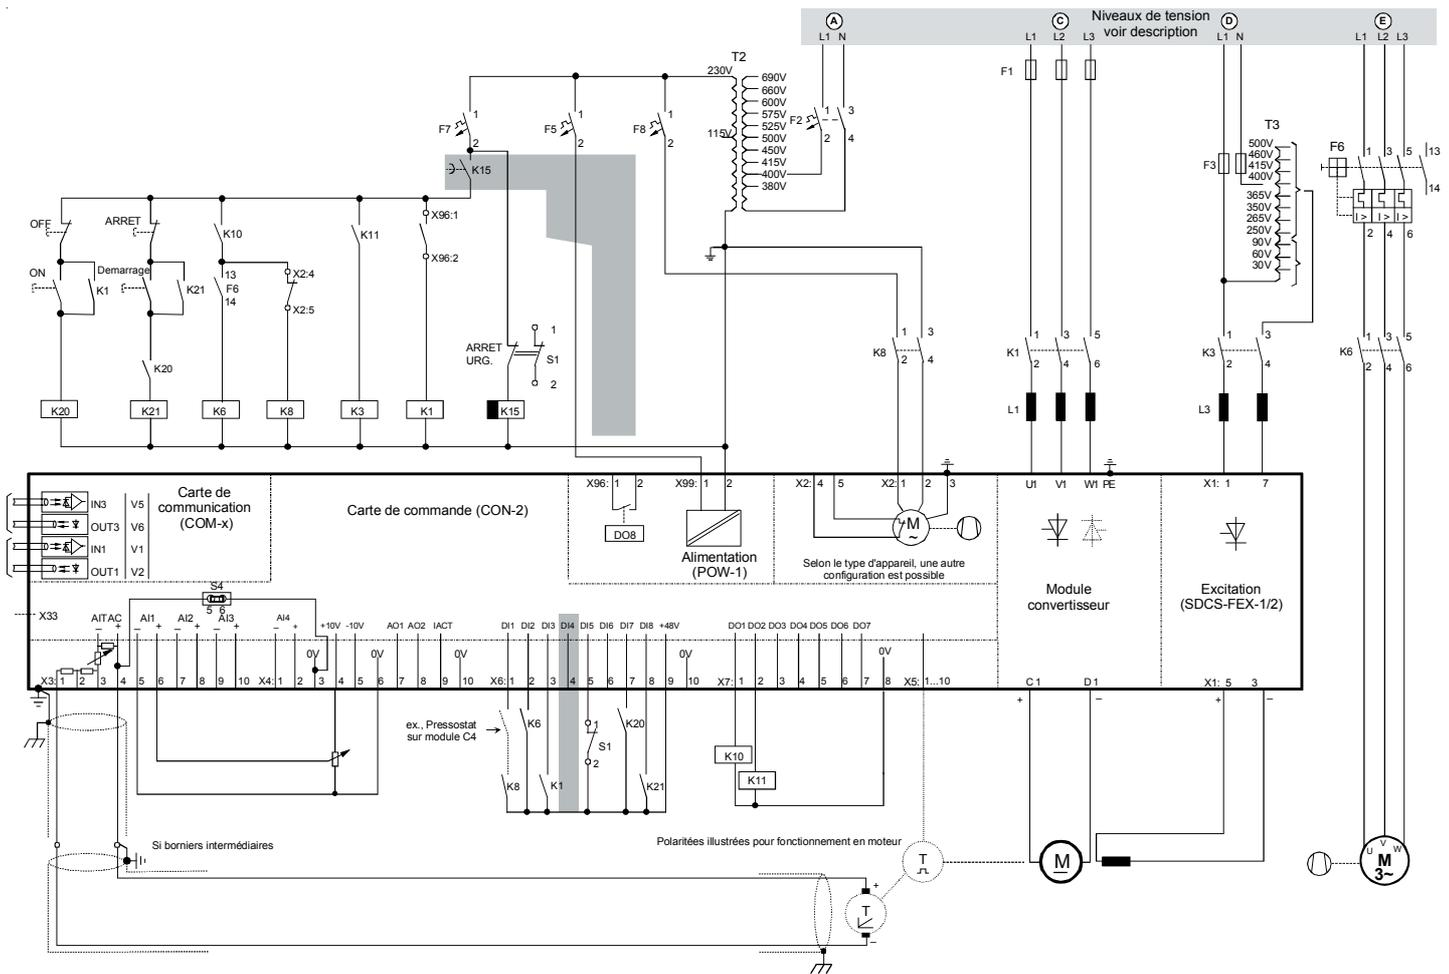
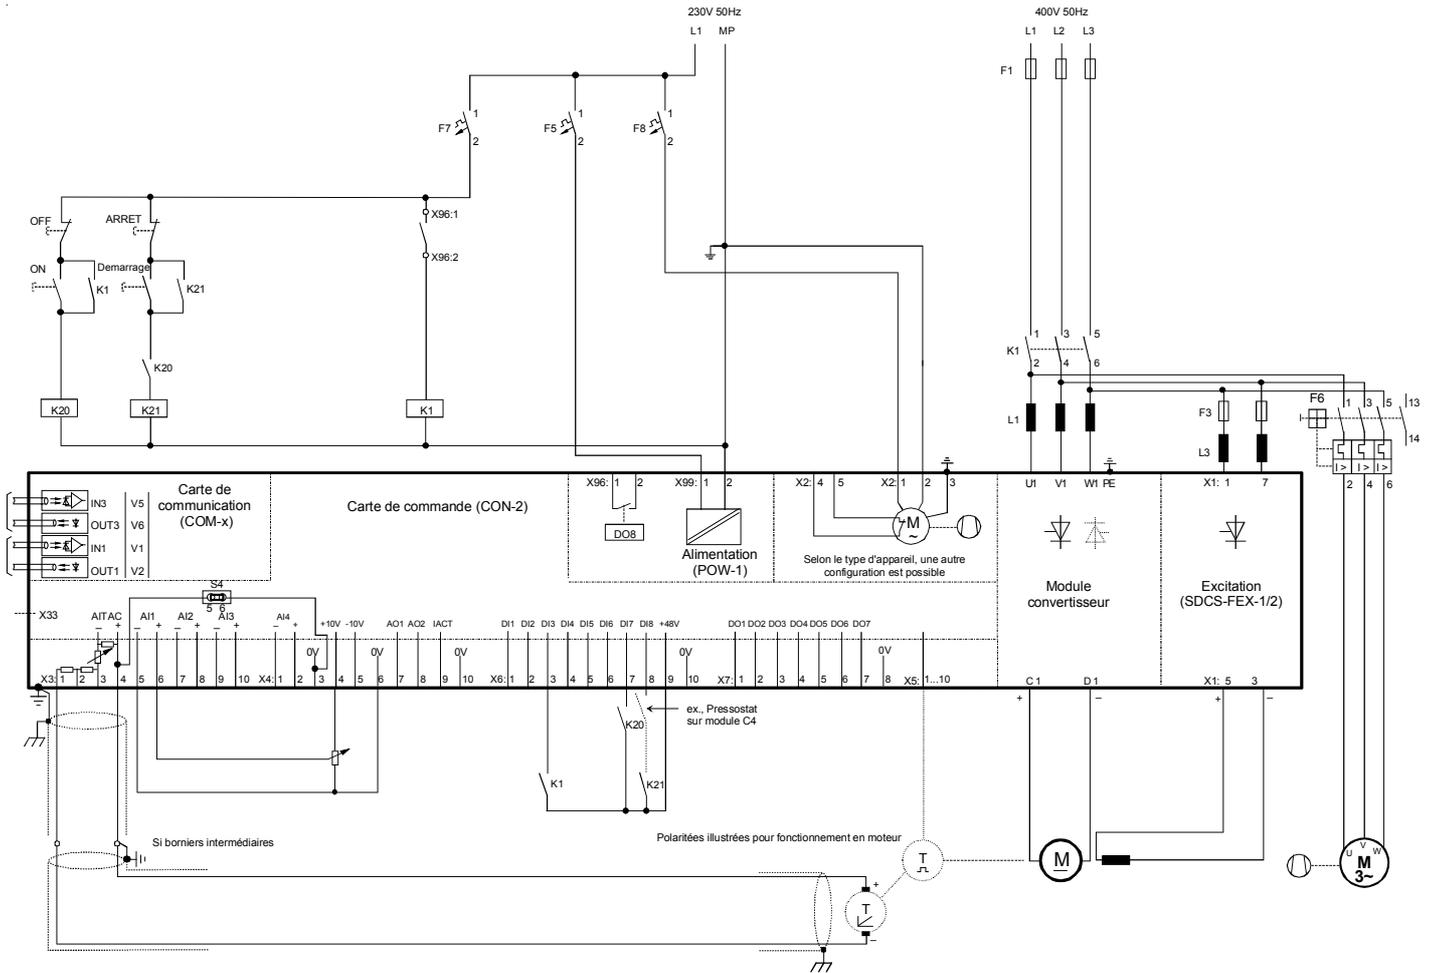
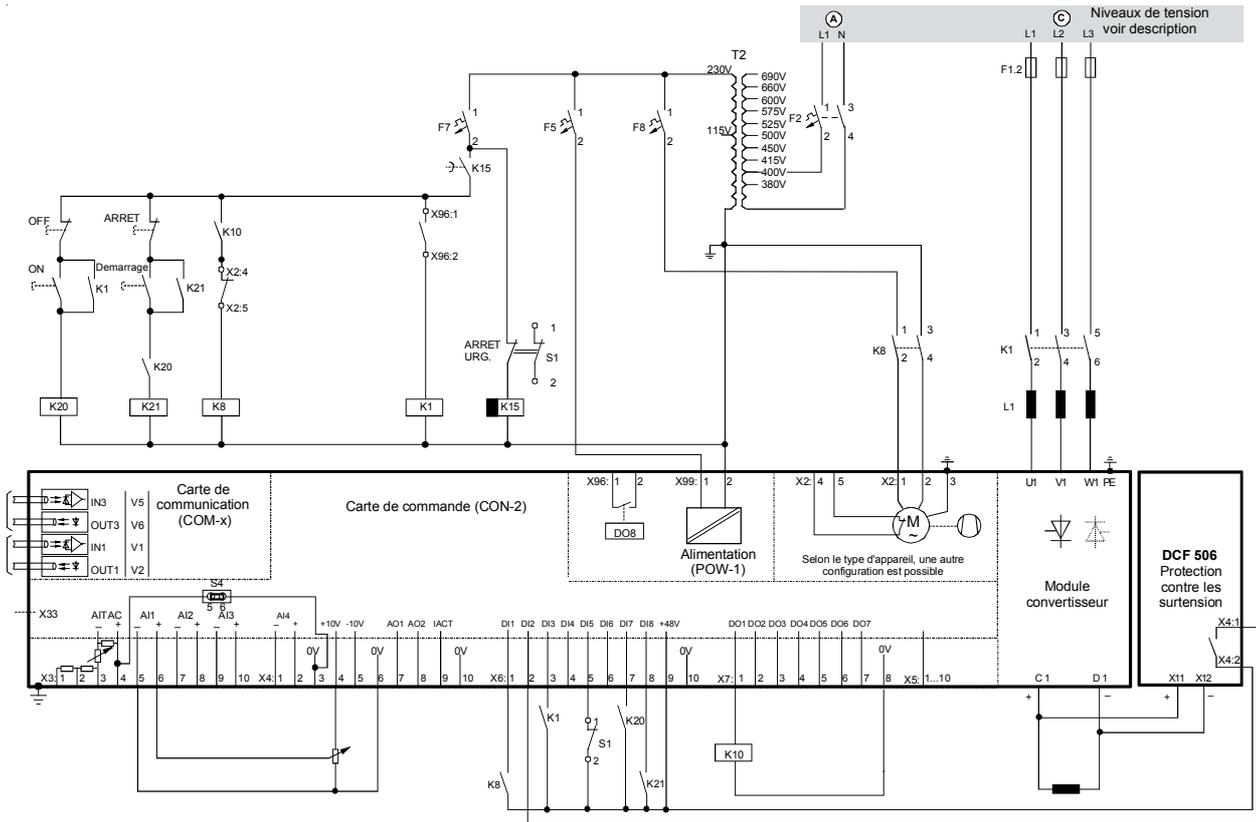

Figure 3.1/1: Configuration standard avec circuit d'excitation interne
Figure 3.2/1: Configuration avec circuit d'excitation interne et nombre réduit de composants externes
Figure 3.4/1: Configuration standard avec circuit d'excitation entièrement commandé (3 ph.) et sans convertisseur d'induit
• **Sélection des composants:** idem figure 3.1/1
Cette configuration est essentiellement identique à celle de la figure 3.1/1. Vérifiez le calibre de F1 en cas de charge supplémentaire (ex., ventilateur moteur et excitation). Tous les composants sont sélectionnés pour 230V ou réglé sur 230V pour pouvoir les associer et les alimenter par une source auxiliaire. Les différentes charges sont protégées séparément par fusible.
a: Génération des signaux de commande ON/OFF et START/STOP : idem figure 3.1/1
Le contacteur principal K1 fonctionne comme sur la figure 3.1/1. L'alimentation de l'excitation et du ventilateur moteur est prélevée en sortie de K1. Ainsi, les 3 charges sont commandées de la même manière.
Cette configuration est essentiellement identique à celle illustrée à la figure 3.1/1. Le circuit d'excitation nécessite en plus une alimentation pour l'électronique, protégée par des fusibles séparés et prélevée sur le 230V fourni par le transformateur T2. Ce régulateur d'excitation est commandé via une liaison série, raccordée sur le bornier X16: du convertisseur d'induit. L'alimentation 690V de prise du primaire peut être utilisée avec ce type d'excitation !
La logique de commande peut être divisée en trois parties comme décrit à la figure 3.1/1. La logique illustrée à la figure 3.2/1 peut, pour l'essentiel, être utilisée pour cette configuration. La taille du variateur et/ou sa puissance peut être un critère de sélection de la logique retenue (figure 3.1/1 ou figure 3.2/1) ou associer les deux.
idem figure 3.1/1
Le convertisseur DCS 500B est utilisé comme un convertisseur DCF 500B dans une application sans fonctionnement en mode moteur. Le câblage du variateur selon cet exemple ou celui illustré à la figure 3.2/1 est décidé sur la base de l'application et de ses contraintes. La structure du logiciel doit être adaptée comme décrit dans le Manuel d'exploitation.
Pour l'essentiel idem figure 3.1/1. Si le convertisseur est alimenté directement par un transformateur-convertisseur HT au point C, assurez-vous que l'interrupteur HT n'est pas ouvert tant que le courant d'excitation circule. Des mesures supplémentaires doivent être prises en phase de spécification de l'entraînement (informations détaillées sur demande).
b: Génération des signaux de commande et de surveillance : pour l'essentiel idem figure 3.1/1.
c: Autre type d'arrêt que ON/OFF et START/STOP : pour l'essentiel idem figure 3.1/1
Ce schéma de câblage illustre la configuration pour les entraînements de forte puissance, atteignant plus de 2000 A pour l'alimentation d'induit et dotés d'un circuit d'excitation triphasé. Pour ces entraînements, des convertisseurs en taille A6 ou A7 sont utilisés. Le principe de base est identique à celui de la figure 3.1/1.
Cette configuration est essentiellement identique à celle illustrée figure 3.1/1. Dans ce cas-ci, les convertisseurs sont beaucoup plus gros que précédemment. Les branches de l'étage de puissance sont dotées de fusibles, raison pour laquelle F1 est dessiné dans l'étage de puissance. La décision d'ajouter des fusibles entre le transformateur d'alimentation se fait au cas par cas. Le transformateur T3 de l'excitation ne peut être utilisé dans cette configuration! Cf. également alimentation fig. 3.4/1 (circuit d'excitation entièrement commandé).
La logique de commande peut être divisée en trois parties. La logique illustrée figure 3.2/1 peut, pour l'essentiel, être utilisée pour cette configuration. Du fait de la taille du variateur et de sa puissance, nous préconisons la logique illustrée :
Ensuite, il faut décider comment les différentes charges seront protégées des différents types de défaut. Si des disjoncteurs sont utilisés, leur pouvoir de coupure doit être pris en compte. Les conseils fournis précédemment donnent une idée approximative. Cf. également alimentation fig. 3.4/1 (circuit d'excitation entièrement commandé).